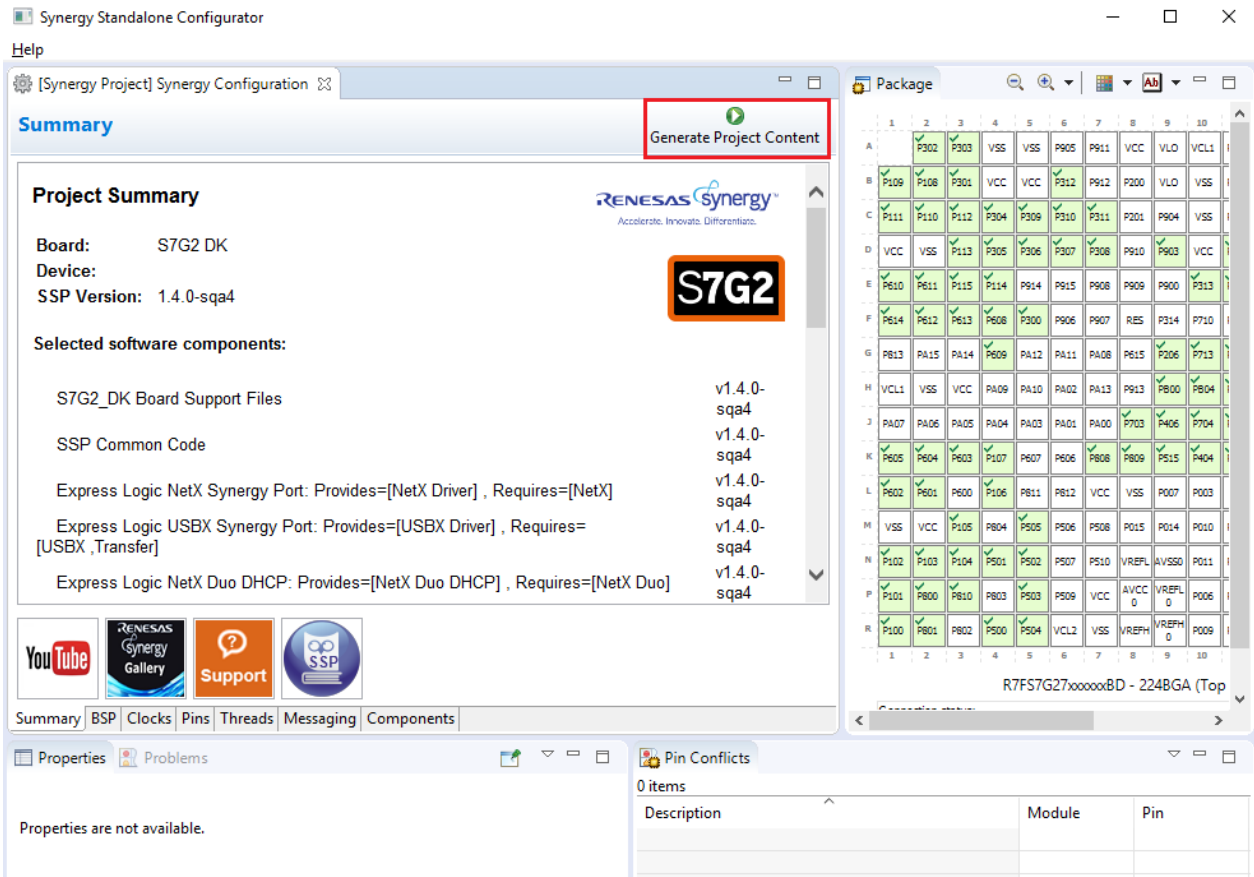

図 1.8 [Generate Project Content] (プロジェクトコンテンツの生成) ボタン
- [Synergy Standalone Configuration] (Synergy スタンドアロン構成) ウィンドウ (図 1.8) で、[Generate Project Content] (プロジェクトコンテンツの生成) ボタンをクリックします。